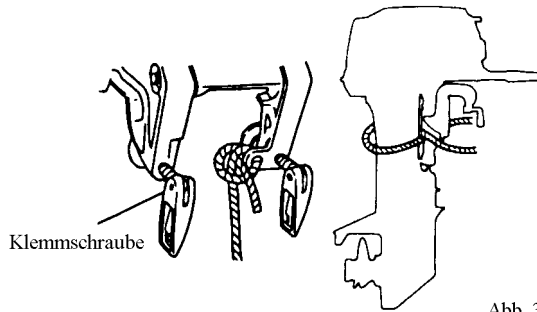

Abb. 3
(3) Motorbefestigung
- Um den Motor am Boot zu befestigen, ziehen Sie die Klemmschrauben durch Drehen der Griffe an. (Abb. 3)